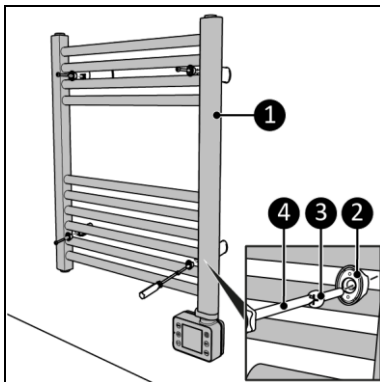

Figure 10
10. Placez l'appareil (figure 10, pos. 1) sur les supports muraux.
11. Vissez et serrez l'appareil avec quatre grandes vis (figure 10, pos. 3) au support mural (figure 10, pos. 2) à l'aide d'un tournevis cruciforme (figure 10, pos. 4).
12. Placez les quatre bouchons d'étanchéité (figure 10, pos. 5).